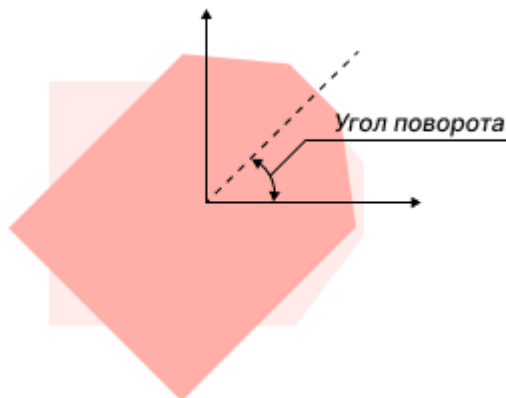

Рис. 164 Поворот апертуры
- Угол поворота – величина угла поворота горизонтальной осевой линии апертуры против часовой стрелки, значение может быть задано в диапазоне $0 - 359^\circ$ с шагом 1° , см. Рис. 164.